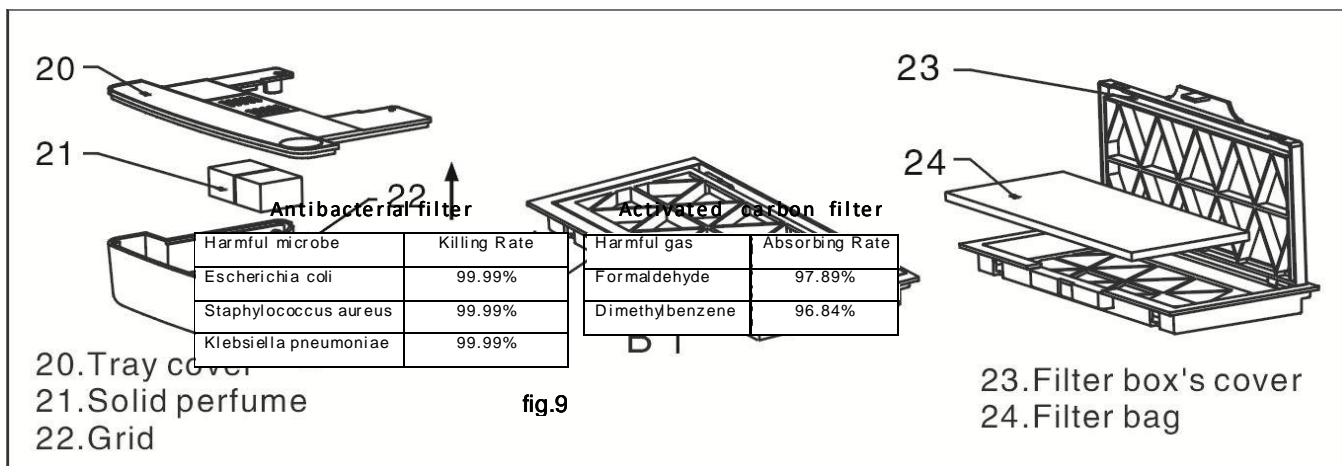

рис.8
1. Снимите крышку контейнера, и вы найдете сетку. Твердые духи можно положить здесь, чтобы принести свежий воздух во время сушки рук (см рис.8).
воздушного фильтра случается поломка сушилки. В последствии предстоящий ремонт не является гарантийным обязательством. Пожалуйста, свяжитесь с нашими дистрибьюторами и сделайте заказ этого фильтра(см рис.8).